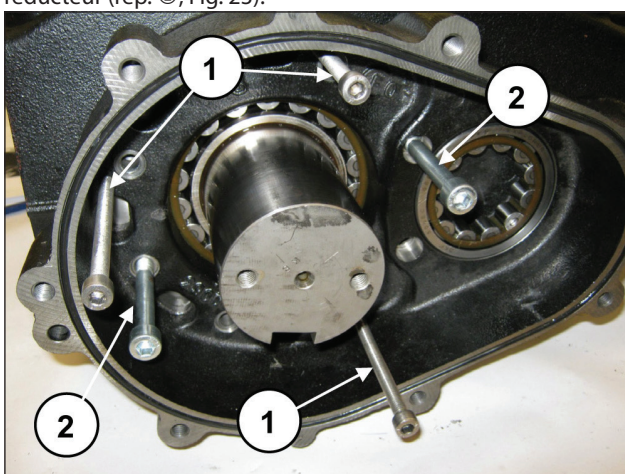

Fig. 23
Placer 3 goujons ou vis filetés M8 (rep. ①, Fig. 23) faisant office d'extracteurs dans les trous appropriés et deux vis M10 suffisamment longues tenant lieu de support boîtier du réducteur (rep. ②, Fig. 23).